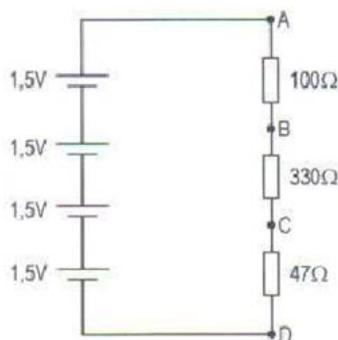

Figura 3.4
- 3) Monte o circuito da Figura 3.4, meça e anote as tensões entre os pontos, conforme o Quadro 3.3.